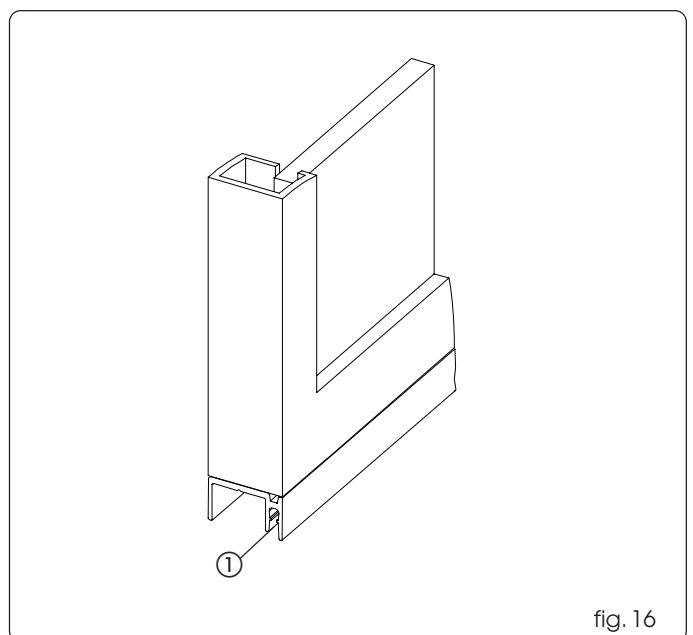

fig. 16
Corte el perfil de deslizamiento inferior a la misma longitud que la hoja y fíjelo en la parte inferior fig. 16.
Si estuviera previsto, coloque el cepillo en el alojamiento del perfil de deslizamiento fig. 16 ref. ①.